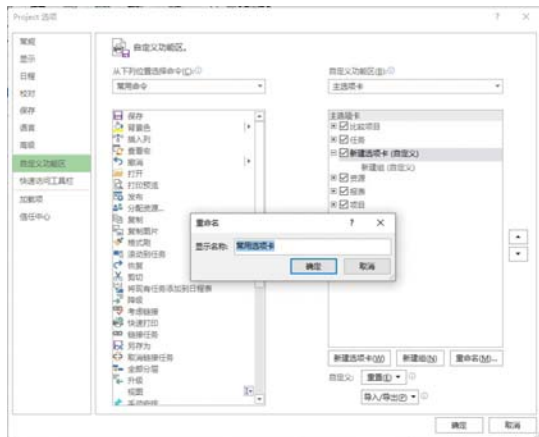

图 1-49 重命名选项卡
(3) 选择【新建选项卡(自定义)】选项, 单击【重命名】按钮, 打开【重命名】对话框, 在【显示名称】文本框中输入选项卡的名称, 单击【确定】按钮, 如图 1-49 所示。